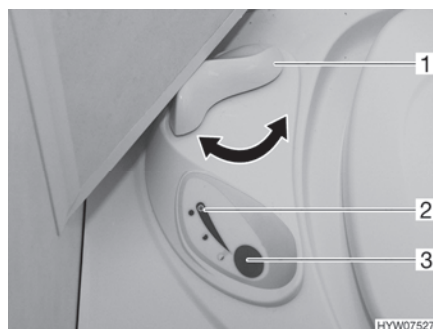

Bild 124 Reglage Thetford-toalett
- Öppna spjället på Thetford-toaletten före spolning. Därtill vrids spjällspaken (Bild 124,1) moturs.
- För att spola, tryck på den blå spolknappen (Bild 124,3).
- Efter spolning stängs spjället. Därtill vrids spjällspaken (Bild 124,1) medurs.
Kontrollampan (Bild 124,2) lyser när Thetford-kassetten måste tömmas.